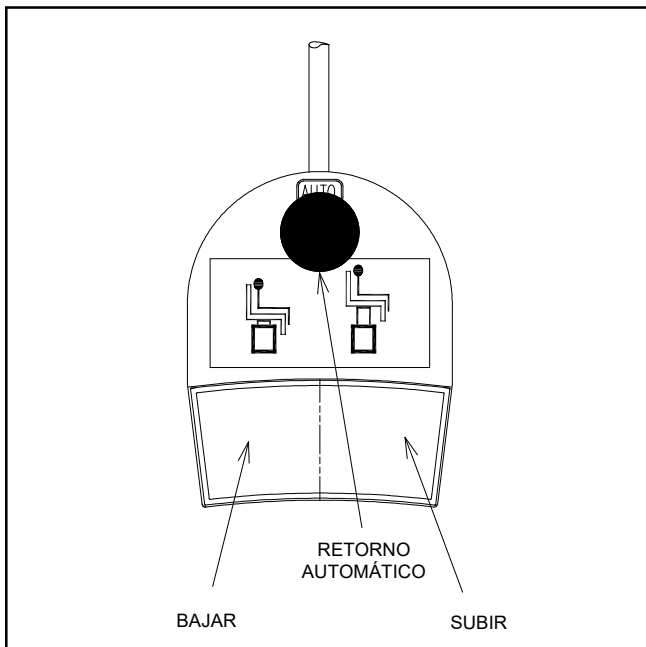

FIGURA 3
- Para operar desde el pedal (Figura 3), presione el lado derecho del pedal para subir el elevador de la silla.